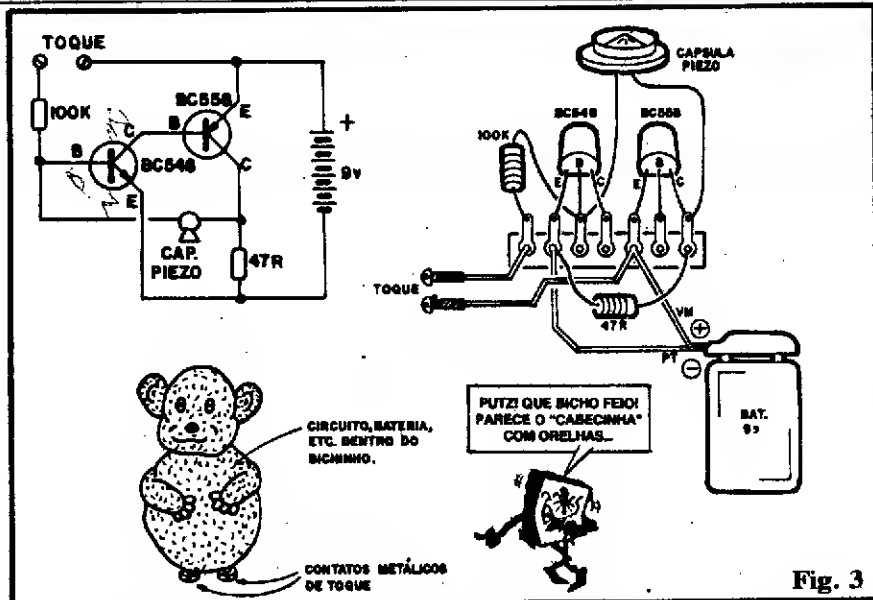

Fig. 3
- 3 - Os modernos mini-brinquedos com "miolo" eletrônico são realmente fantásticos, desde pequenos chaveiros que tocam música, bruxinhas "de bolso" que uivam lugubrememente, pintinhos que "piam" na mão, e essas coisas... A grande maioria desses brinquedos funciona a partir de um chip (Circuito Integrado específico) especial, feito "de indústria para indústria" ao qual o Leitor/Aluno dificilmente terá acesso direto (não estão à venda, nos balcões das lojas de componentes...). Entretanto, com um pouco de criatividade, e algum conhecimento básico de componentes comuns e arranjos circuitais também simples, podemos realizar montagens de desempenho muito próximo daquele mostrado pelos fantásticos brinquedos modernos...! O Leitor/Aluno Miro Carlos Alvarenga, de São José do Rio Preto - SP (diz, na carta, que já é um hobbysta de Eletrônica há algum tempo, mas que está seguindo ABC para aperfeiçoar suas bases teóricas...), a partir de idéias que "aperfeiçoou", circuitos que viu em publicações e algumas experiências, criou um brinquedinho acionado pelo toque da mão, cujo esquema, montagem e sugestão para finalização encontram-se na fig. 3. No esquema vemos que dois transistores de polarização complementar (um NPN e um PNP) estão interligados de modo a formar um oscilador simples (estudaremos essas configurações numa "Aula" muito próxima do ABC...), cuja realimentação é basicamente regida por uma cápsula piezo (espécie de mini-fonte, ou mini alto-falante, feita com um cristal que pode "transformar" rápidas manifestações elétricas em SOM...). Esta, pela sua própria construção, age também como um capacitor, determinando uma certa constante de tempo responsável, pela velocidade ou ritmo das variações ocorridas no circuito... Além disso, a cápsula piezo "manifesta" audivelmente as tais variações (emite SOM...). Dois resistores "ajudam" a polarizar os